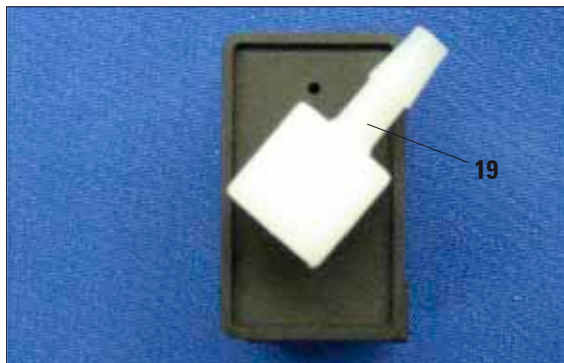

Fig. 28
Se duas estações de enxague precisam estar localizadas imediatamente uma ao lado da outra, o conector (19) para a estação da esquerda deve ser alinhado conforme exibido na Fig. 28.